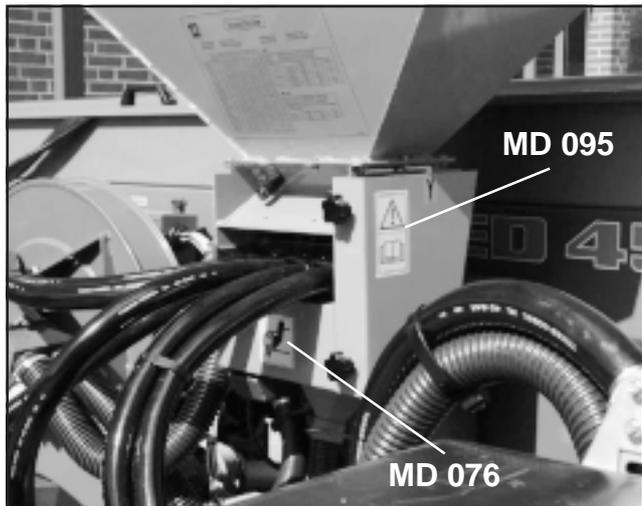

Fig. 2.1
- Le fig. 2.1 montrent les emplacements à respecter pour la pose des pictogrammes et panneaux de signalisation devant garnir votre machine. Les pages suivantes vous fournissent des éclaircissements sur leur signification.